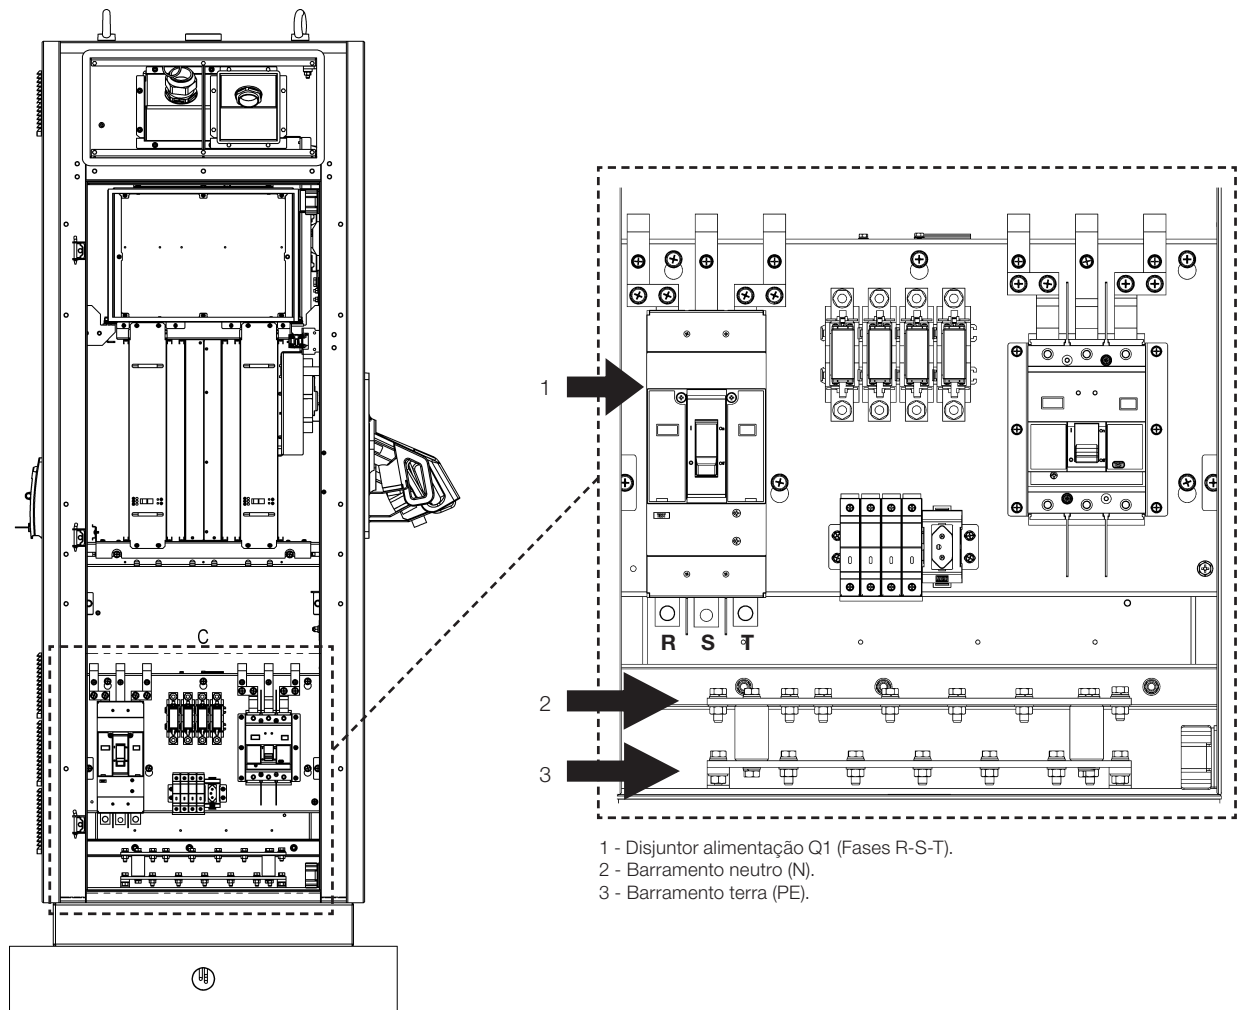

Figura 3.11: Conexões dos cabos de alimentação - Fases (R-S-T), Neutro (N) e aterramento (PE)
A conexão da estação WEMOB-STATION à rede elétrica é feita diretamente nos terminais do disjuntor Q1 (Fases R-S-T) e nas barras Neutro (N) e Terra (PE) (aterramento da estrutura) conforme Figura 3.11 na página 3-13.